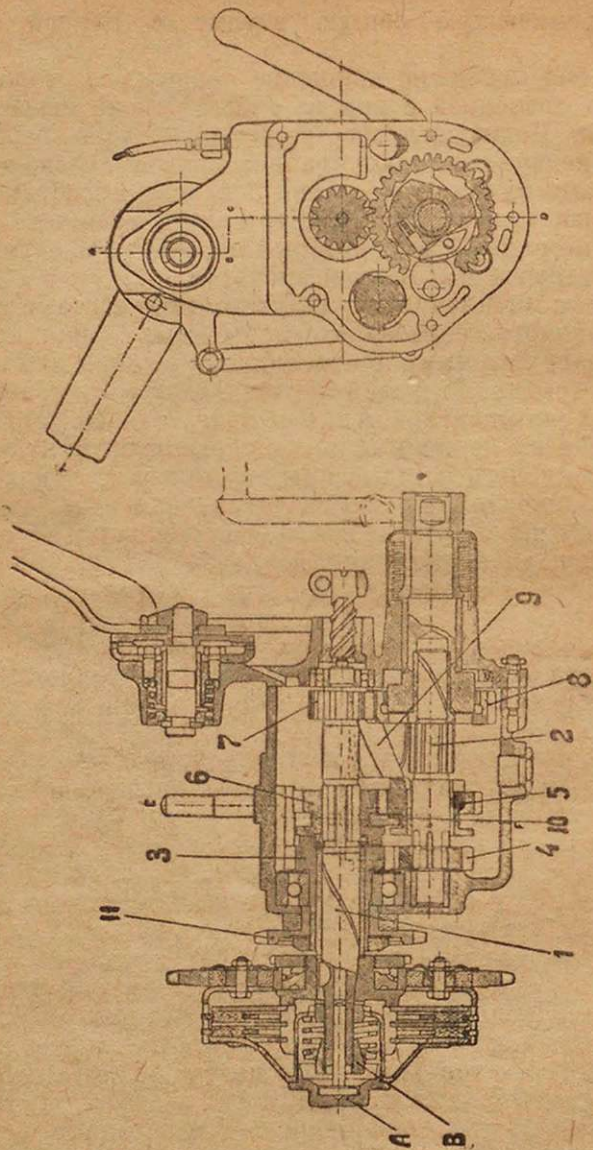
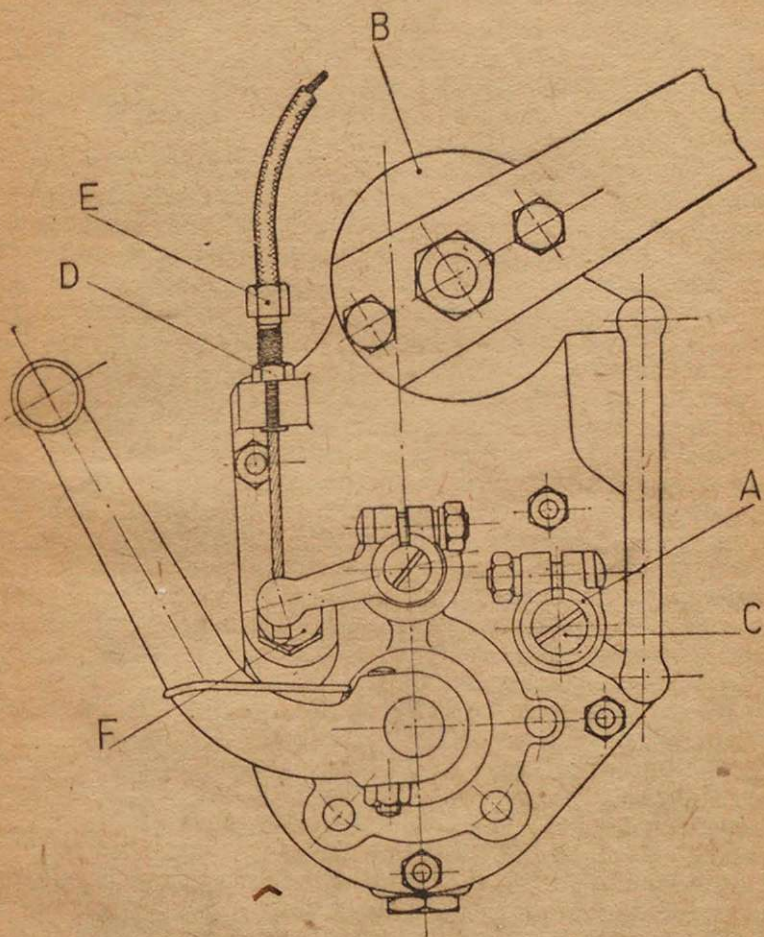

Рис. 5.
Рис. 6.
На мотоцикле Д-300 установлена трехскоростная коробка передач. На рис. 5 показан продольный и поперечный разрез коробки скоростей. Переключение передач достигается передвижением шестерен 6 и 5 по первичному и вторичным валам 1 и 2: Шестерни 6 и 5 передвигаются вдоль валов 1 и 2 вместе, червячным валиком 9 ввинчивающимся или вывинчивающимся из переключателя 10. При положении шестерен 6 и 5, изображенном на продольном разрезе включена третья передача. В этом случае вращение вала мотора передается первичному валу коробки механизмом сцепления, расположенным на левом конце этого вала и далее шлицевой частью первичного вала шестерне 6. Шестерня 6 передает вращение торцевыми кулачками шестерне 3, имеющей общую втулку с цепной зубчаткой 11, передающей вращение заднему колесу. Очевидно, что на третьей передаче цепная зубчатка сцепления и цепная зубчатка 11 вращаются с одинаковым числом оборотов. При включении второй передачи шестерни 6 и 5 занимают среднее положение на первичном и вторичном валах. При этом шестерни 6 и 5 обе находятся на тех частях валов, на которых имеются шлицы. Вращение первичного вала передается шлицами шестерне 6, шестерня 6 приводит в вращение шестерню 5, вращающую своими шлицами вторичный вал 2. Вторичный вал вращает насаженную на него шестерню 4. Шестерня 4 приводит в движение ше-
Механизм сцепления нормального типа состоит из ведущего и ведомого барабанов, снабженных фрикционными дисками нагруженными центральной пружиной для получения силы трения. Ведущий барабан связан с цепной зубчаткой, получающей вращение от двигателя. Ведомый барабан насажен на первичный вал и удерживается на нем при помощи конусного соединения и шпонки. Выключение механизма сцепления производится длинным штифтом, проходящим через пустотелый первичный вал. При нажатии на рукоятку, расположенную на левом конце руля штифт передвигается в осевом направлении и разгружает фрикционные диски от давления пружины. Детали устройства механизма сцепления уясняются из рассмотрения рис. 5.
На правой части рис. 5 показан поперечный разрез коробки скоростей, на котором видно устройство стартерного храповика.
Механизм переключения передач требует регулировки в том случае, если хомутик А (рис. 6) по какой либо причине повернется на червячном валике, передвигающем шестерни (напр. в следствие ослабления стяжного болта хомутника). В этом случае положение фиксирующих зарубок диска В не будет соответствовать необходимому для данной передачи положению шестерен. Внешнее проявление этого дефекта заключается в том что в обычных положениях рычага не получается включения передачи или включается передача, соответствующая другому положению рычага. Для устранения этой неисправности необходимо ослабить стяжной болт хомутника А, поставить рычаг переключения передач в положение, соответствующее третьей скорости
1. Диски буксуют. Этот дефект может быть обнаружен нажимами на стартерную педаль во время остановки мотоцикла. При этом будет чувствоваться проскальзывание дисков, а иногда слышен писк пробок, трущихся по стальным дискам. На ходу этот дефект проявляется в том, что при быстром прибавлении газа, мотор сразу увеличивает число оборотов без соответствующего увеличения скорости мотоцикла. Особенно заметным становится этот дефект при преодолении под'ёмов. Причиной неисправности чаще всего является то, что механизм выключения дисков поддерживает диски в частично разгруженном состоянии при опущенной рукоятке сцепления. В этом случае для устранения буксования нужно отпустить контргайку *D* упора оболочки троса (см. рис. 6), завернуть упор *E* на несколько оборотов и снова закрепить контргайку. Если регулировка механизма выключения не устраняет буксования, то это указывает на то, что пружина сжимающая диски, не имеет достаточного натяжения. В этом случае следует снять кожух передней цепи, вывернуть колпачек *A* (см. рис. 5) и подтянуть на несколько оборотов гайку *B* регулируемую на натяжение пружины.
коятке сцепления ощущается сопротивление мотора. Обычная причина этой неисправности — неполное раз'единение дисков при выжатой рукоятке сцепления вследствие большого мертвого хода тросса. Для исправления дефекта необходимо освободить контргайку D (см. рис. 6), вывернуть упор E на несколько оборотов и снова затянуть контргайку.
Для предохранения деталей коробки скоростей от преждевременного износа чрезвычайно важно наличие в коробке достаточного количества масла. Коробка скоростей всегда должна быть заполнена маслом до уровня наливного отверстия F (см. рис. 6). Один раз в месяц нужно проверять уровень масла в коробке скоростей и в случае необходимости долить масла. Один раз в год следует выпускать масло через пробку имеющуюся в дне картера коробки, промыть коробку, наливая в нее керосин и снова залить свежего масла.